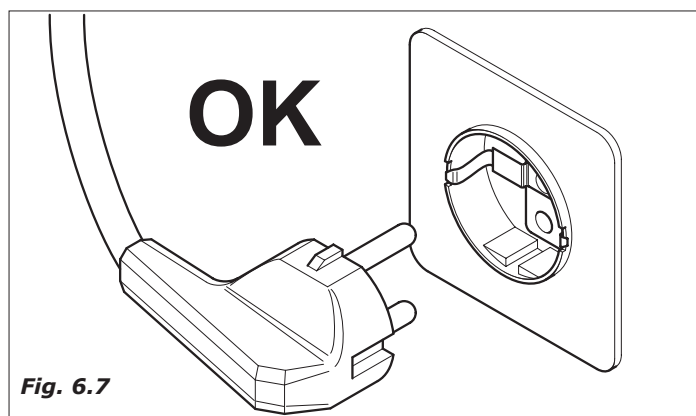

Fig. 6.7
- El distribuidor está dotado de un cable de alimentación H05VV-F 3x1,5 mm², con clavija SCHUKO. (Fig.6.7).